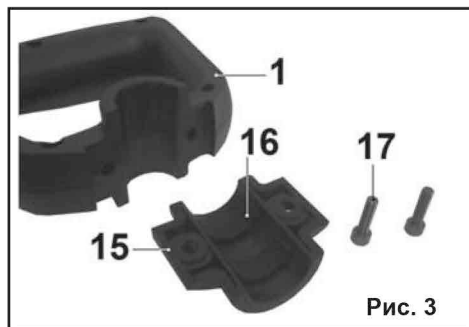

Рис. 3
7.1.2. Установите в крышку рукоятки (15) два резиновых амортизатора (16) из комплекта поставки, как показано на Рис. 3.